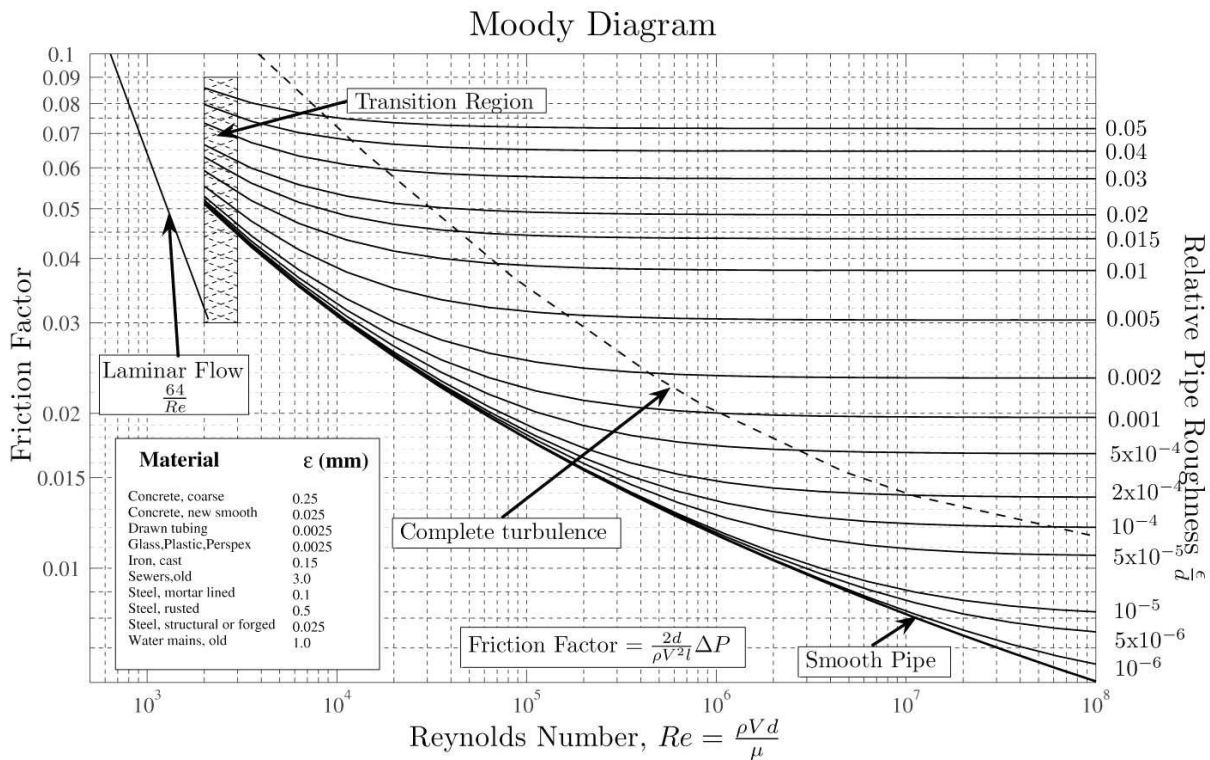

Figure 1.79: Abaque de Moody.
- Calculer le nombre de Reynolds. L'hypothèse d'un écoulement laminaire est-elle justifiée. Bernoulli avec pertes de charge régulières (abaque de Moody figure 1.79).